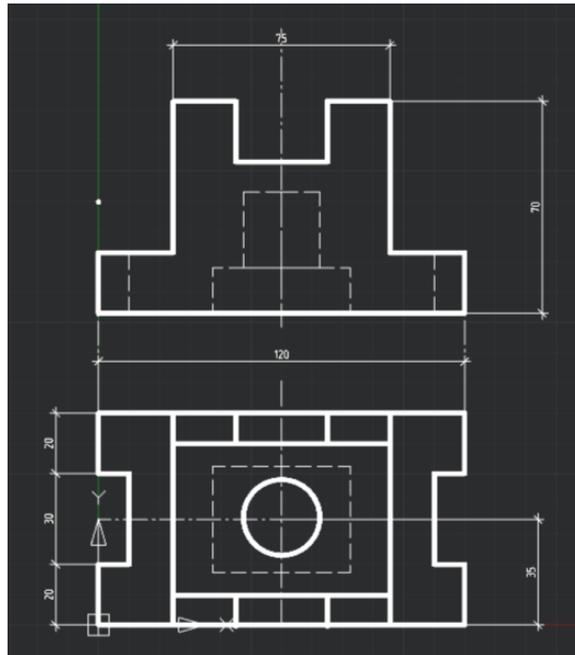

Рис. 3.46
7. Дорабатываем нижнее основание и чертим верхний чертеж. Рисунок готов. (рис. 3.46)